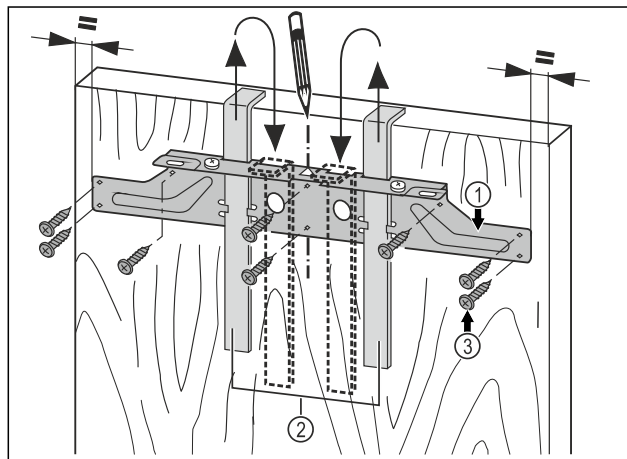

Fig. 45
- ▶ Colgar el travesaño de fijación Fig. 45 (1) con las ayudas de montaje Fig. 45 (2) en la parte interior de la puerta del mueble.
- ▶ Alinear el travesaño de fijación Fig. 45 (1) en el centro de la puerta.
- ▶ Apretar el travesaño de fijación Fig. 45 (1) con, al menos, 6 tornillos Fig. 45 (3).
- ▶ Apretar el travesaño de fijación Fig. 45 (1) con 4 tornillos Fig. 45 (3) en el borde.
- ▶ Extraer los elementos auxiliares de montaje Fig. 45 (2) hacia arriba, girarlos e introducirlos en las aberturas ubicadas al lado.